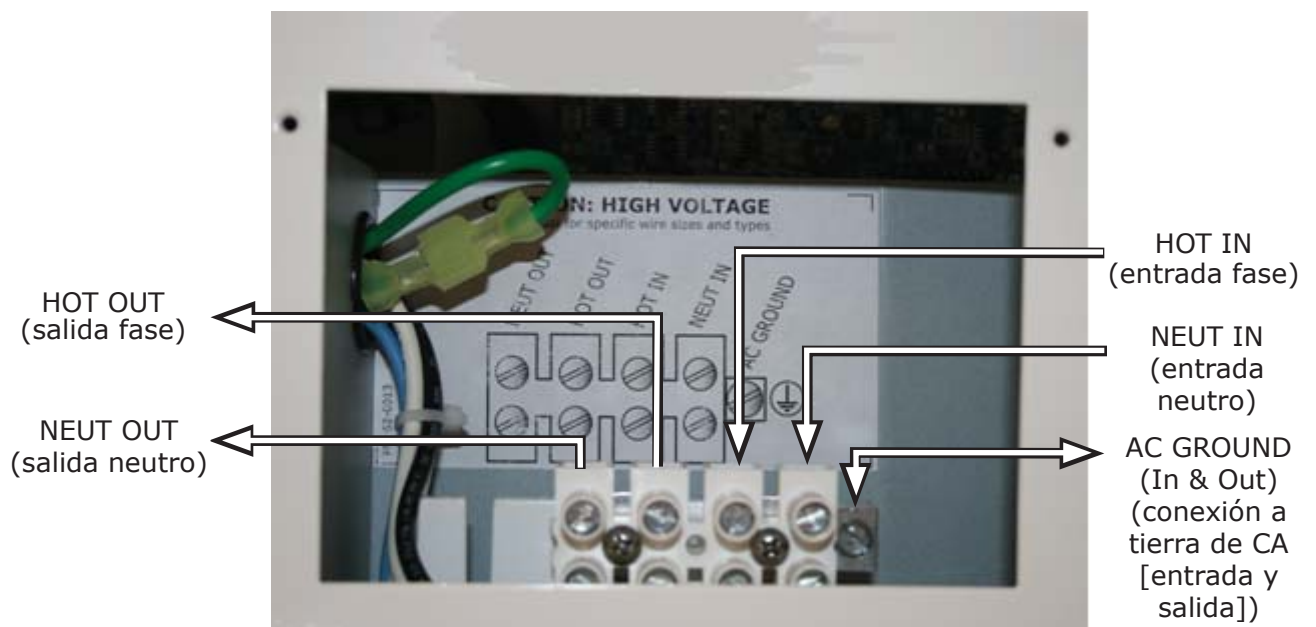

Ilustración 2-10, Bloque de terminales de CA
1. Retire los dos tornillos Phillips de la cubierta de acceso de CA (consulte la Ilustración 1-3, punto 15) para acceder al bloque de terminales de CA interno (consulte la Ilustración 2-10).
Lado CA: Cuando la salida de CA del inversor se encuentra conectada a un centro de carga de corriente alterna, debe haber un conductor de protección del equipo, conectado entre la caja del inversor y el punto de puesta a tierra en el centro de carga de CA. El conductor de tierra del equipo de CA (EGC-AC) se encuentra dimensionado según la Tabla 2-4, y se encuentra conectado al terminal de tierra de CA del equipo del inversor, como se muestra en la Ilustración 2-10.